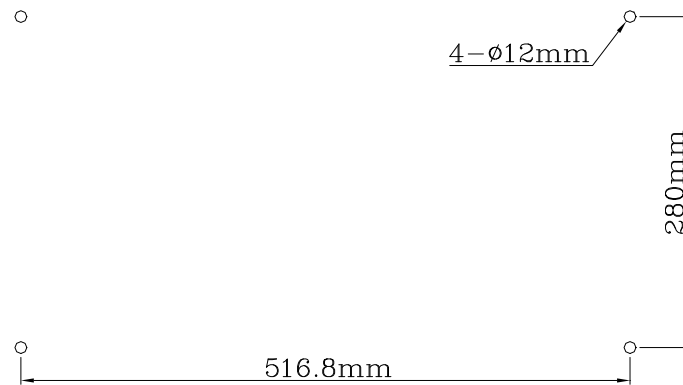

Figure 3.3
Étape 1) Percez les trous des vis d'expansion sur le mur. (la taille du trou est indiquée à la Figure 3.3)